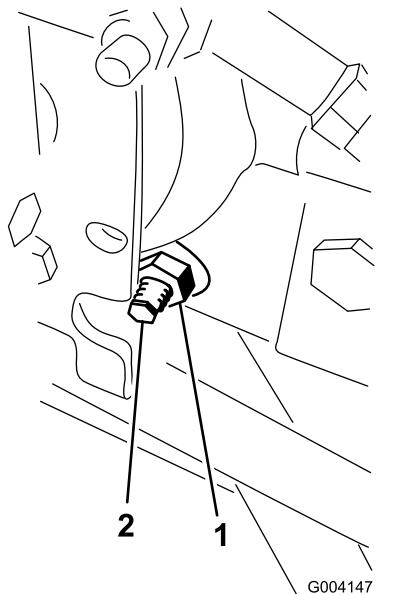

Bild 63
3. Lösen Sie rechts am Hydrostat die Sicherungsmutter an der Fahrantrieb-Einstellnocke (Bild 63).